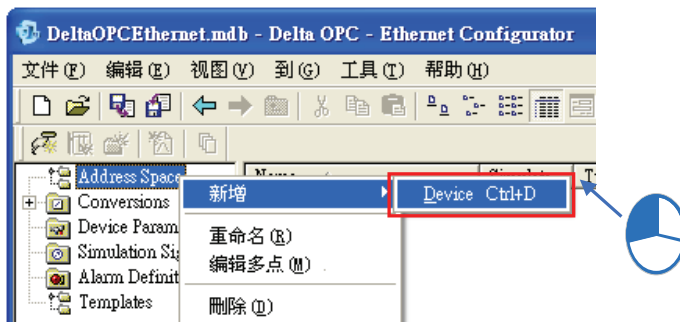

图 3-8 新增 Device (Delta OPC - Ethernet Configurator)
请先单击在项目树的**Address Space**项目上，右击鼠标，在快捷选项中单击**新增 > Device**，如图 3-8；也可按下图标工具栏的  图标，或是菜单工具栏的**编辑 (E) > 新增 > Device**。